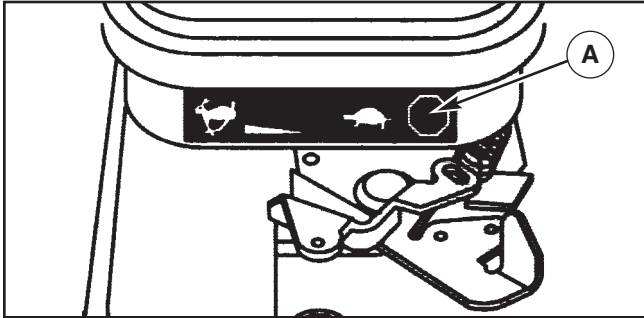

Figura 12 — Control de la válvula de admisión
2. Mueva el acelerador a la posición "Slow" (Lento), y luego a la posición "Stop" (Parada) (A) (Figura 12).